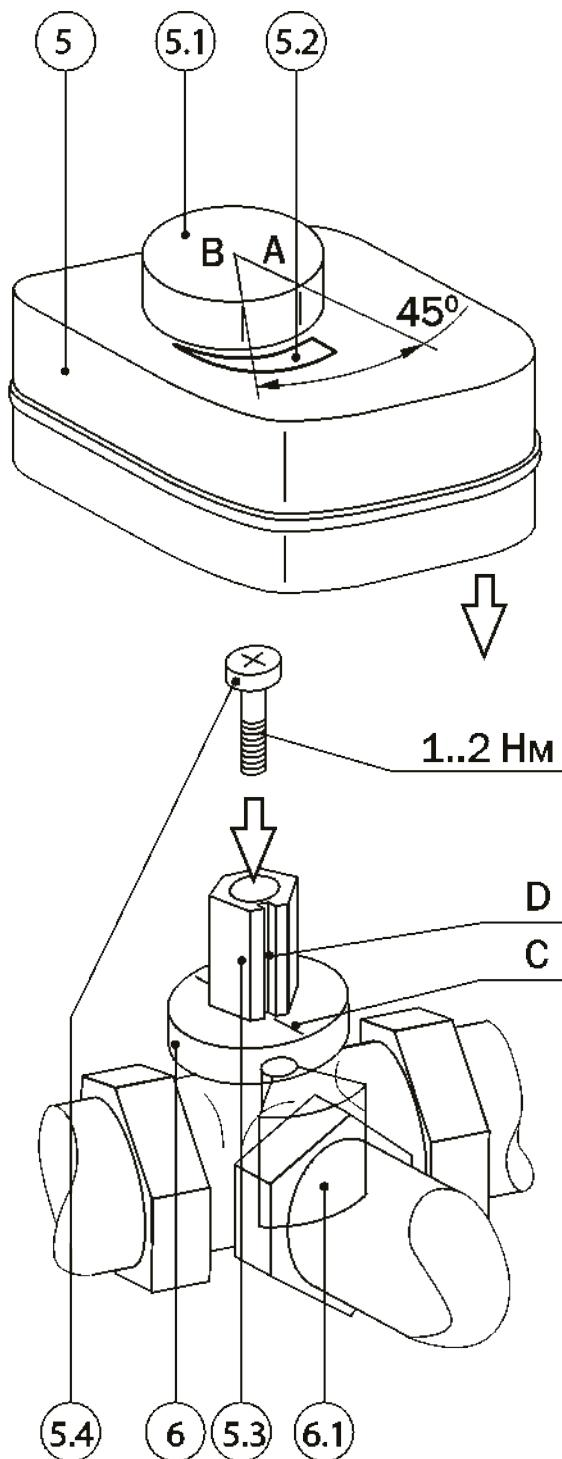

Рисунок 8. Схема проверки установки сервопривода трехходового вентиля:
1. Преодолевая сопротивление фиксатора, вынуть ручку (5.1 на рис. 8) из корпуса привода (5). У привода ARA 559 утопленная ручка поддается плоской отверткой через специальную выемку в корпусе.
3. Поворотом адаптера выставить положение перекрытия ветви подмеса кулачком (6.1) трехходового вентиля (6). При этом прорезь D на адаптере должна совмещаться с риской C на фланце вентиля со стороны ветви подмеса.
5. Надеть корпус привода (5) на адаптер (5.3) до плотной посадки в гнездо фланца вентиля (6), не сдвигая ручки (5.1), и зафиксировать его винтом (5.4).
6. Повернуть ручку (5.1), надавливая на нее, до положения В (45° по стрелке на рисунке): ручка должна утопиться в рабочее положение на метке В. При этом кулачок (6.1) займет среднее положение, открыв все каналы вентиля (6) – привод готов к работе.